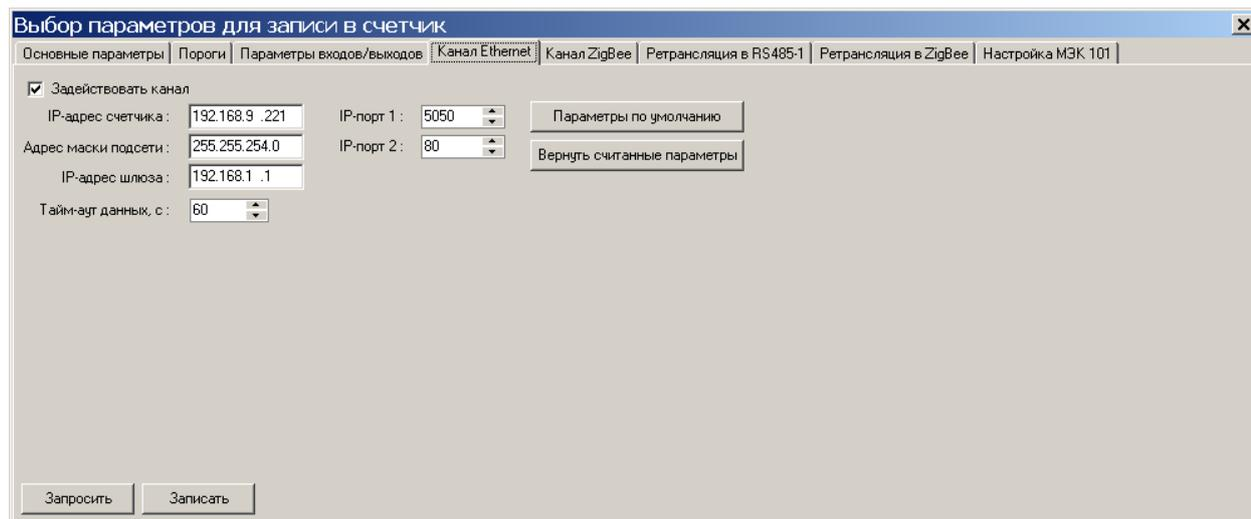

Рисунок 3.17
3.3.4.7 Вкладка *Канал Ethernet* (рисунок 3.17) отображается, если в счетчике присутствует канал Ethernet. Описания основных параметров приведены в таблице 3.7.